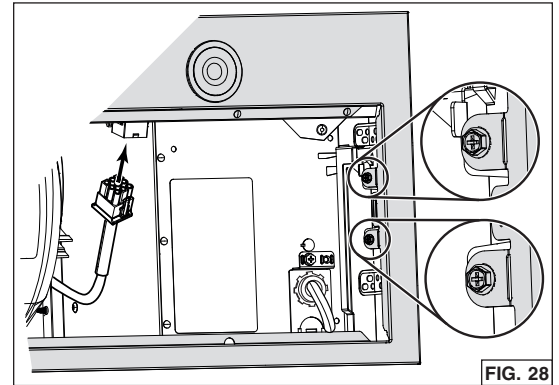

FIG. 28
- Réinstaller et fixer le châssis sur la hotte à l'aide des 4 vis de retenue (deux par côté, encadrées dans la FIG. 28). Brancher le câble du ventilateur à son connecteur situé sur le châssis.